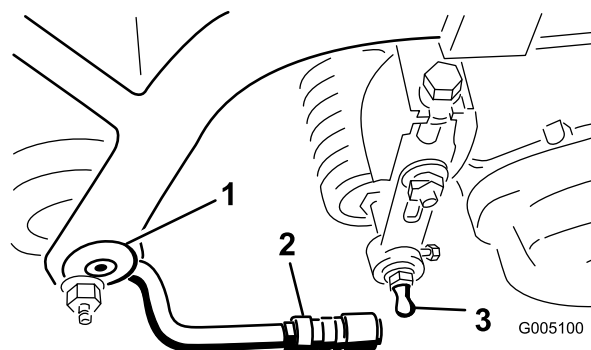

Figura 9
2. Coloque uma arruela e um tampão esférico em cada uma das extremidades do cilindro dianteiro das unidades de corte (Figura 9).
4. Faça deslizar a manga para a junta esférica e rode o braço de apoio para baixo até que o suporte encaixe no tampão esférico. Liberte a manga, fazendo-a deslizar para o engate, bloqueando desta forma a estrutura (Figura 9).